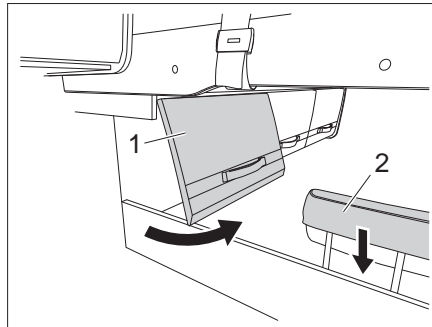

Bild 128 Staufach-Klappe und Kopfstütze
- Staufach-Klappe (Bild 128,1) öffnen.
- Kopfstütze (Bild 128,2) absenken.